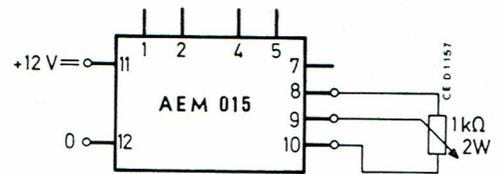

Fig. 12 — Fonctionnement ON-OFF (par tout ou rien)
1. Fonctionnement ON-OFF (par tout ou rien) (figure 12)
Le module est alimenté par 12 V efficaces, éventuellement par l'intermédiaire du transformateur DY 715 20 (ou 4304.021.24450), mais toujours à partir de la même phase que celle alimentant les thyristors. Le potentiomètre est le même qu'à la figure 12 (1 kΩ, 2 W).